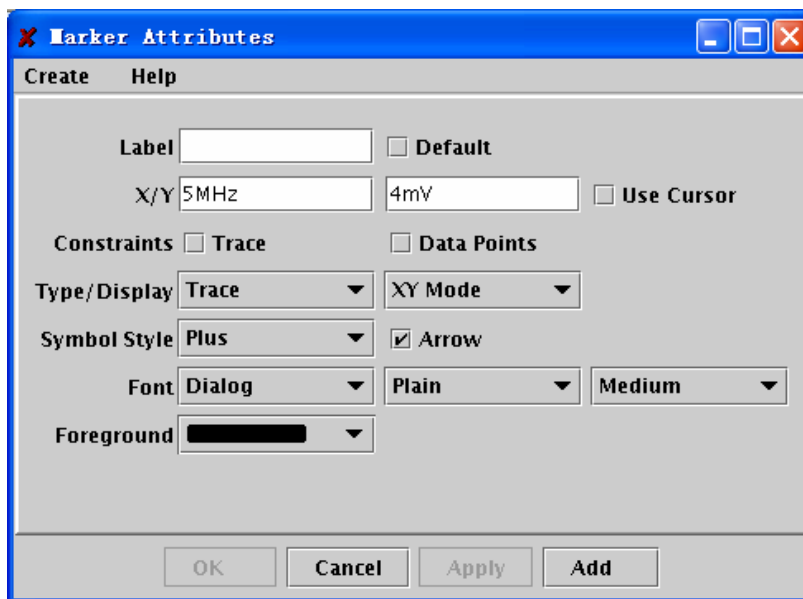

图 12.31 选择“Marker” → “Create”，设置坐标附加标记
- 1) 选择“Marker” → “Create”，此时“Marker Attributes”对话框弹出，如图 12.31 所示。如果“Marker Attributes”对话框已经打开，那么选择“Create” → “Marker”创建一个新的标记。